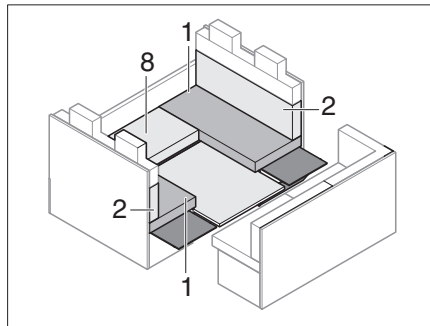

Bild 201 Während des Umbaus
- Sitzpolster (Bild 201,8) und den Unterbau entfernen.